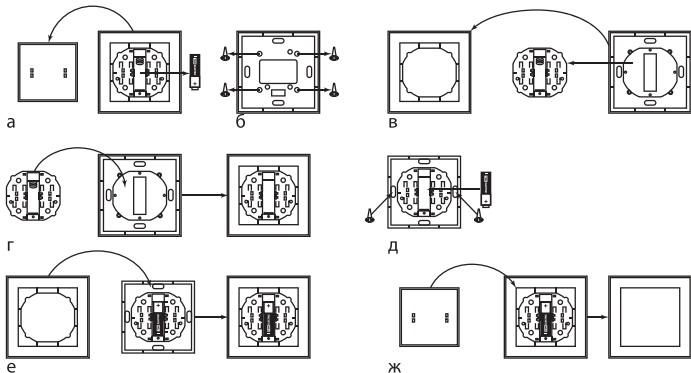

Рисунок 2. Монтаж радиовыключателей PB1, PB2 при помощи саморезов
5.2.1. Снять верхнюю крышку с выключателя и вытащить элемент питания (рисунок 2а).
5.2.2. Открутить на основании выключателя 4 крепежных шурупа (рисунок 2б).
5.2.3. Снять декоративную рамку (рисунок 2в).
5.2.4. Установить механизм выключателя обратно в основание, закрутить шурупы обратно (рисунок 2г). При установке механизма необходимо учитывать его первоначальное расположение на основании
5.2.5. Вставить в механизм выключателя элемент питания LR23A 12V, в соответствии с указанной полярностью, прикрутить основание выключателя к монтажной плоскости (рисунок 2д), надпись «UP» с задней стороны радиовыключателя должна быть сверху.
5.2.6. Установить декоративную рамку обратно на выключатель, и закрепить ее на выключателе нажатием до щелчка (рисунок 2е).
5.2.7. Установить обратно верхнюю крышку (рисунок 2ж), радиовыключатель готов к использованию.
5.3.1. Снять верхнюю крышку с выключателя (рисунок 2а).
5.3.2. Вставить в механизм выключателя элемент питания LR23A 12V, в соответствии с указанной полярностью, прикрепить выключатель к монтажной поверхности при помощи двухстороннего скотча (рисунок 2е), надпись «UP»
5.3.3. Установить обратно верхнюю крышку (рисунок 2ж), радиовыключатель готов к использованию.